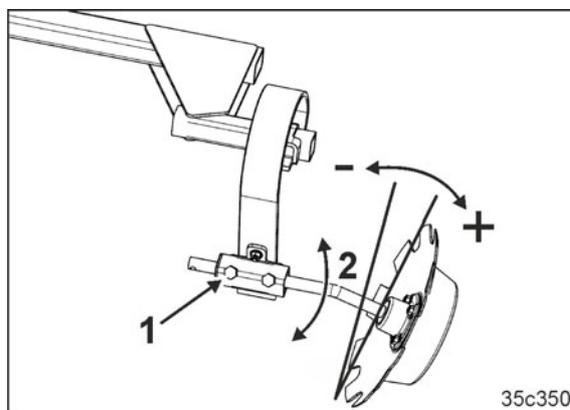

Рис. 206
5. Открутите болты (Рис. 206/1).
6. Отрегулируйте интенсивность работы маркера путем поворачивания (Рис. 206/2) дисков для нарезки маркерной борозды таким образом, чтобы они на легких почвах шли почти параллельно направлению движения, а на тяжелых почвах имели более агрессивный угол атаки.
7. Затяните болты (Рис. 206/1).